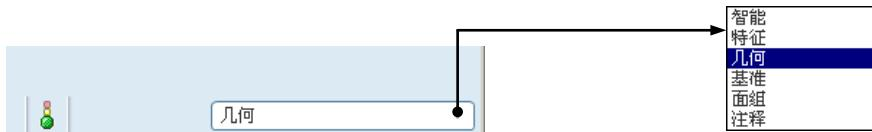

图 6.5.7 “智能选取”栏
Step2. 在“智能选取”栏中选取 **几何** 选项（图 6.5.7），然后选取图 6.5.6a 中的边作为要延伸的边。